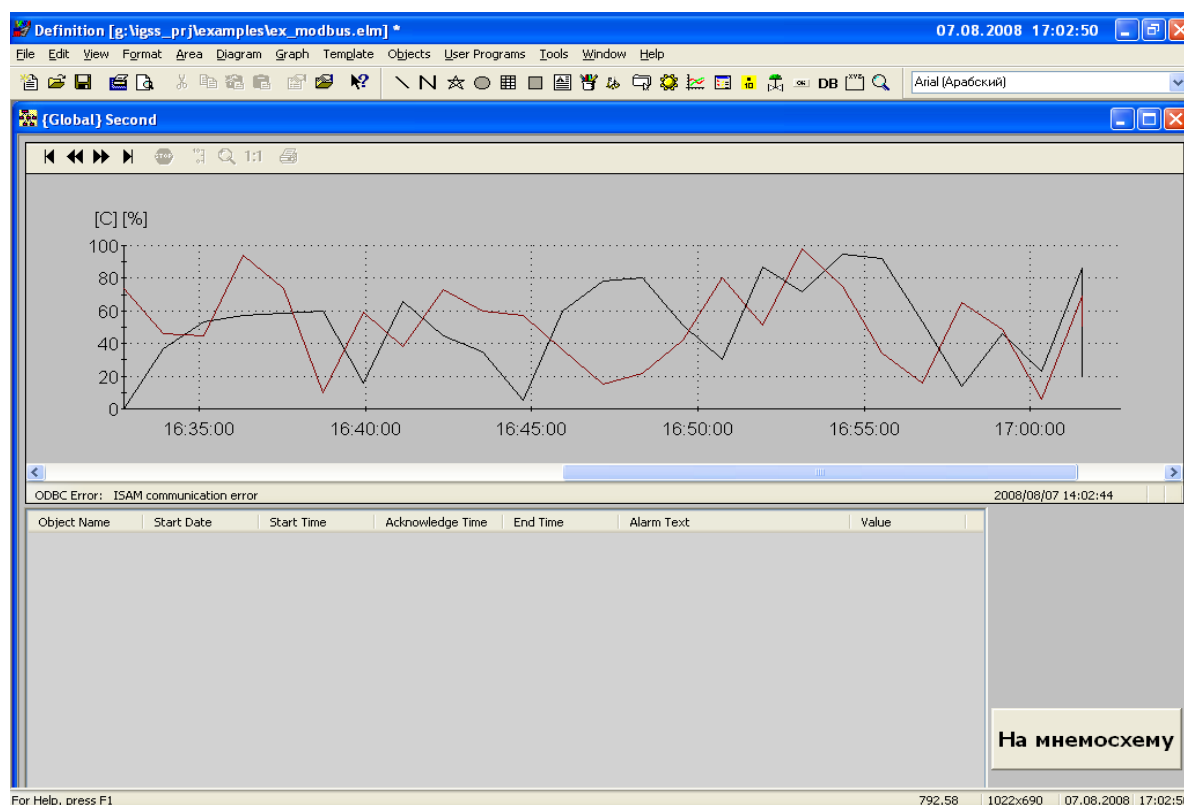

Рис. 8. — Диаграмма со встроенным графиком и встроенным списком тревог
- 13 Выберите пункт меню **Diagram->Create** и, указав имя диаграммы, нажмите кнопку **OK**. После этого разместите на диаграмме следующие элементы (находятся на панели Drawing Toolbar): **Windows button**, **Embedded Graph** и **Embedded Alarm List**. В свойствах Windows button укажите **Text to display** «На мнемосхему» (рис. 8).